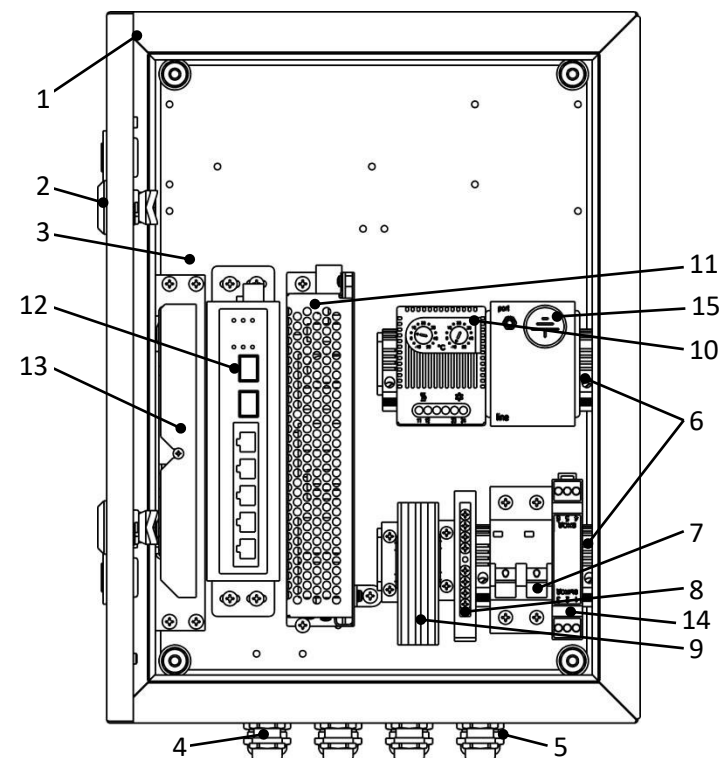

Рисунок 1 – Устройство шкафа
Шкаф представляет собой сварную конструкцию, состоящую из корпуса и дверцы, оклеенной уплотнителем, корпус и дверца утеплены изолоном фольгированным. Внутри корпуса на монтажной панели установлено оборудование (см. раздел 2 и рисунок 1), обеспечивающее работу IP-устройств (до 4шт.) с питанием по PoE, передачу данных по оптическому кабелю, а также обогреватель с термостатом и блоки грозозащиты.
2. Комплектация (см. рисунок 1)